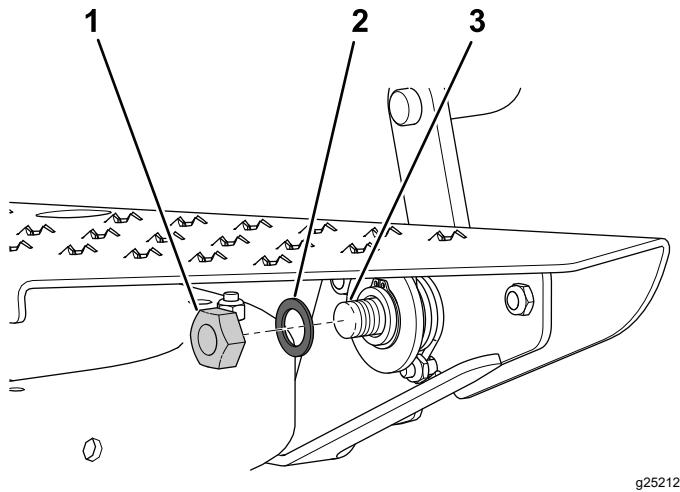

Рисунок 9
8. Прикрепите педаль блокировки к подножке и ступице в сборе с помощью плоской шайбы ($\frac{5}{8}$ x 1 дюйм) и контргайки ($\frac{5}{8}$ дюйма); см. **Рисунок 9**.